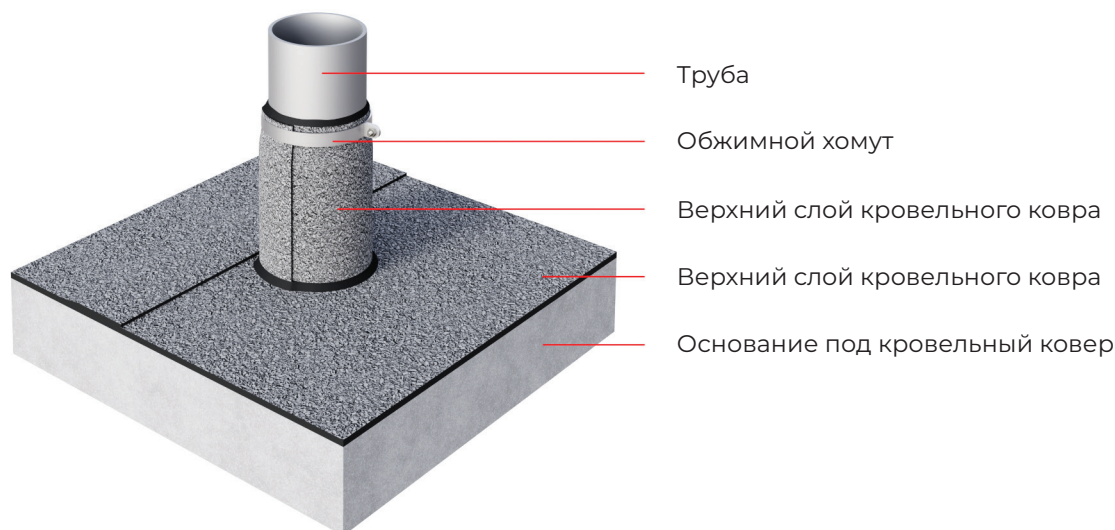

Рисунок 59 – Третий этап устройства примыкания к трубам
- Выполняется устройство верхнего слоя кровельного ковра с последующей установкой обжимного хомута и обработкой примыканий Клеем-герметиком ИКОПАЛ (Рисунок 59).